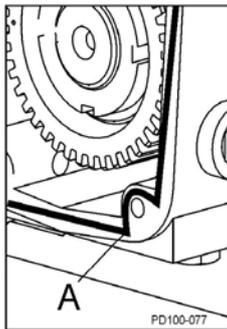

Abb. 65 Lage der Dichtmasse
3. Bringen Sie Silikondichtmasse auf der Rückseite des Getriebegehäuses auf. (bei silikonfreien Modellen kann Gore-Tex® Dichtband verwendet werden.) Das Band auf der Innenseite der Bohrlochabsätze anbringen. (Abb. 65, Pos. A).